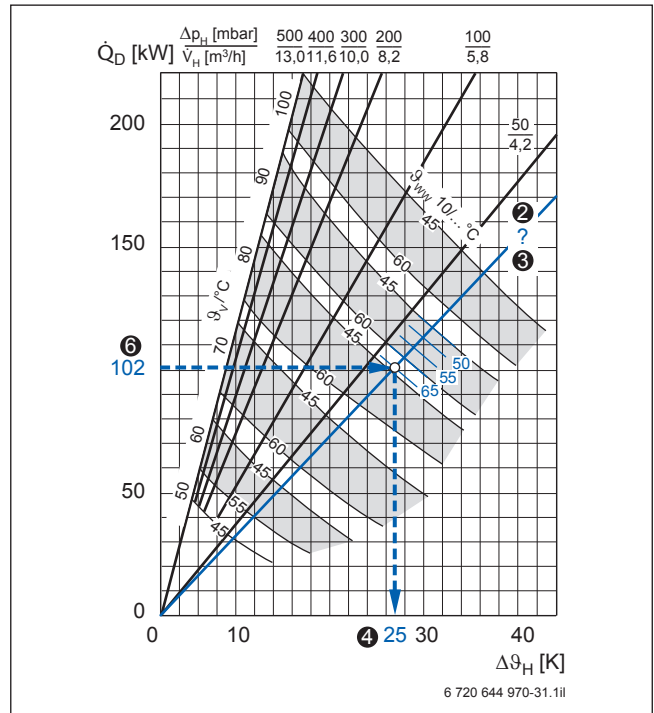

Bild 42 Warmwasser-Dauerleistung Logalux LTN750 und LTN950; Beispiel blau hervorgehoben (Abhängige Größen → Bild 39, Seite 55, Vorlage → Bild 82, Seite 114)
Im Dauerleistungsdiagramm → Bild 83, Seite 114 ist bei der vorgegebenen Heizwasser-Vorlauftemperatur von 90 °C eine Hilfslinie für eine Warmwassertemperatur von 65 °C einzuzeichnen (Beispiel → Bild 42). Aus dem Dauerleistungsdiagramm ist jedoch nur die zugehörige heizwasserseitige Temperaturdifferenz  $\Delta\vartheta_H = 25$  K ❹ eindeutig ablesbar.